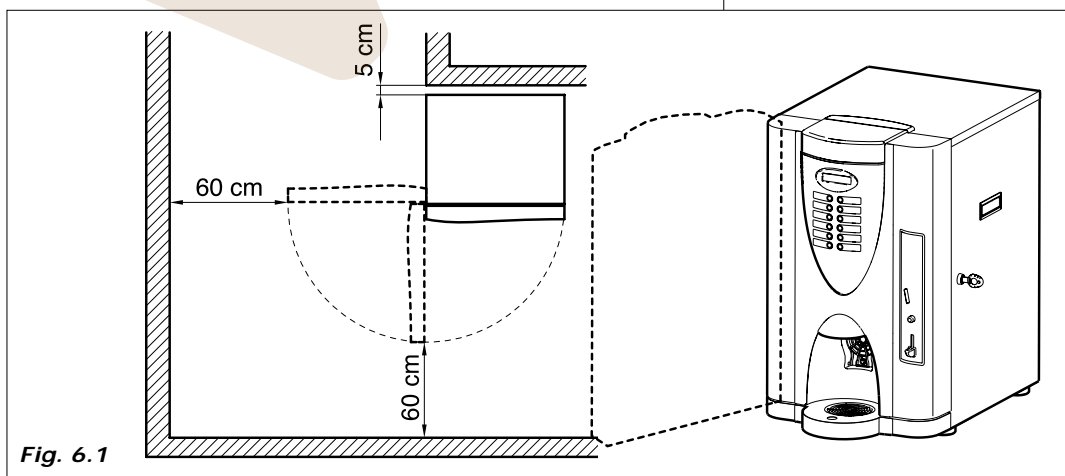

Fig. 6.1
- Instalar cerca de la pared, con una distancia mínima de 5 cm.(Fig.6.1), para permitir la ventilación. En ningún caso cubrir el distribuidor con un trapo o similar.
En caso de instalar la máquina cerca de una salida de emergencia, asegurarse de que con el distribuidor abierto haya espacio suficiente para el paso (Fig.6.1).